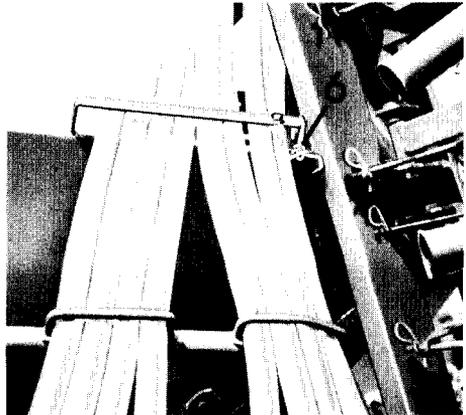

Abbildung 5
2. Federvorstecker (Abb. 5/6) herausziehen und Ausleger herunterklappen.